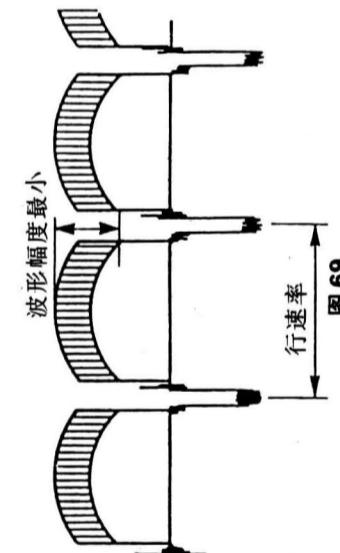

图 69
① 调整条件和步骤与矢量仪的调整情况相仿；
② 调节 VR101 和 VR102，使波形变为最小，如图 69 所示。
① 调整条件和步骤与矢量仪的调整相同；
② 调节 VR101 和 VR102，使波形为最小，如图 69 所示。
③ 如果 TP9 的电平不是 $1.74V \pm 0.02V$ ，则重